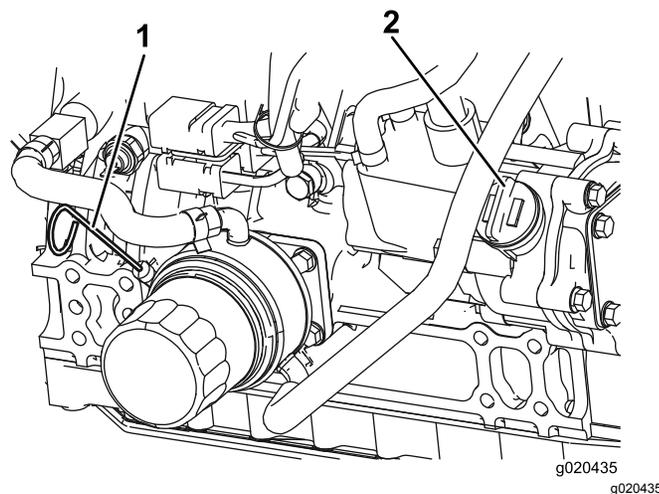

Figura 59
3. Retire la varilla, límpiela, vuelva a colocarla en el tubo y retírela de nuevo. El nivel de aceite debe estar entre las marcas de lleno y agregar (Figura 59).
4. Si el nivel de aceite es bajo, retire el tapón de llenado (Figura 59) y añada aceite hasta que el nivel esté entre las marcas de lleno y agregar. **No llene demasiado.**